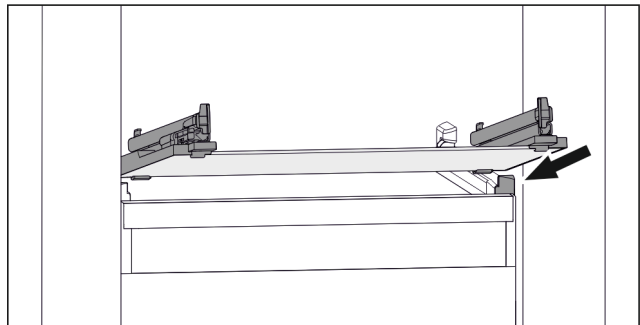

Fig. 140 Beispielhafte Darstellung der Glasplatte
- ▶ Glasplatte schräg hinter den Stopperrn aufsetzen. (siehe Fig. 140)